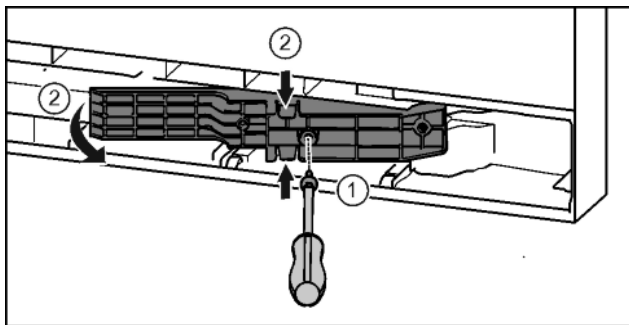

Fig. 22\*
- ▶ Отпустить винты отверткой T15.\* Fig. 22 (1)
- ▶ Извлечь деталь адаптера.\* Fig. 22 (2)